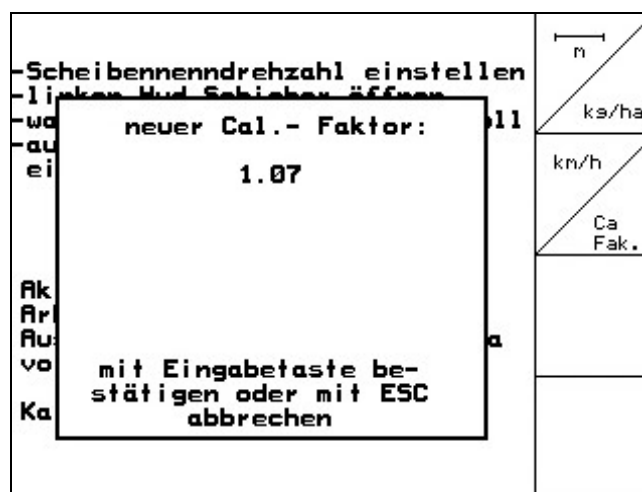

Fig. 33
- Den nye kalibreringsfaktoren vises, og den bekreftes med  eller forkastes med  (Fig. 33).